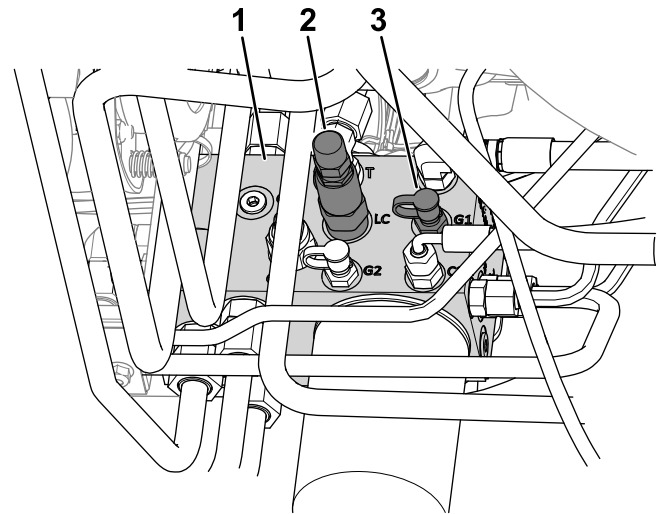

Figura 20
- Collegate un manometro alla porta diagnostica (con l'etichetta G1; fate riferimento a Figura 20).
- Sul lato del collettore di sollevamento, rimuovete il cappuccio dalla porta diagnostica (con l'etichetta G1; fate riferimento a Figura 20).
- Allentate il controdado all'estremità del cursore di trasferimento peso (con l'etichetta LC; fate riferimento a Figura 20).